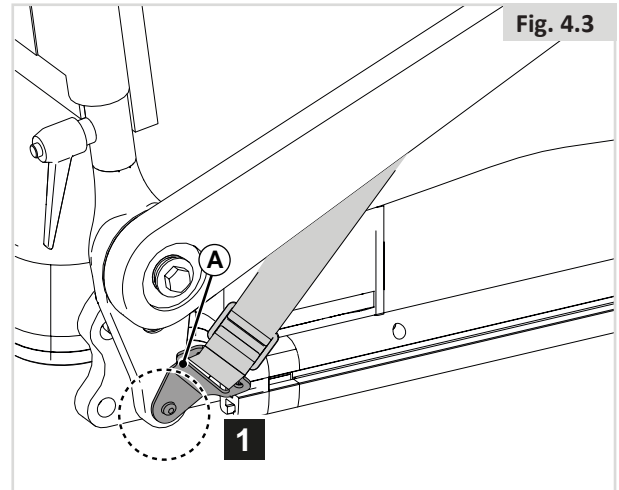

Fig. 4.3
1. Fixez (A) au châssis à l'aide d'une vis à gauche et à droite. (Fig. 4.3)